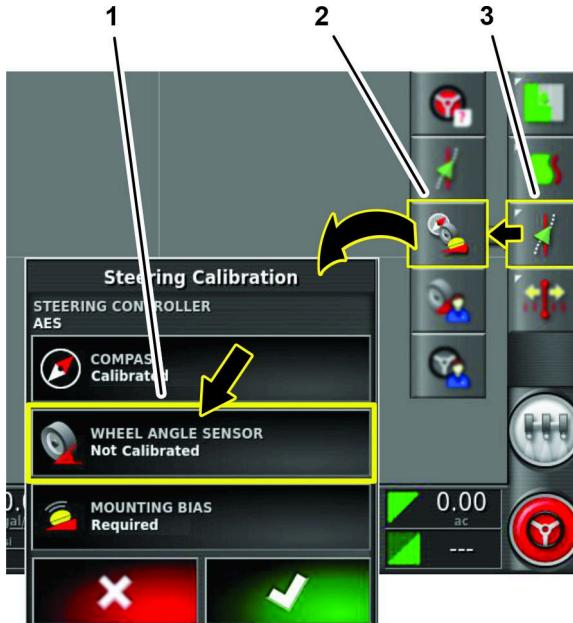

Figura 161
2. Pulse el icono OPCIONES DE DIRECCIÓN (Figura 161).
3. Pulse el icono CALIBRACIÓN DE AUTOSTEER (Figura 161).
4. Pulse el icono SENSOR DEL ÁNGULO DE LAS RUEDAS (Figura 161).